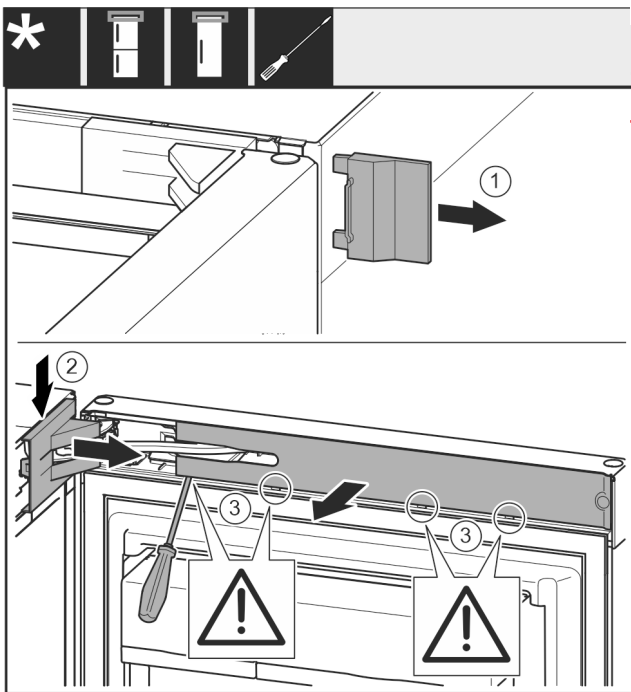

Fig. 9
- Rimuovere la copertura Fig. 9 (1).
- Disinnestare e allentare la copertura del blocco di supporto Fig. 9 (2).
- Rimuovere la copertura del blocco di supporto Fig. 9 (2).
- Disinnestare la maschera Fig. 9 (3) con un cacciavite a intaglio e ruotarla lateralmente.